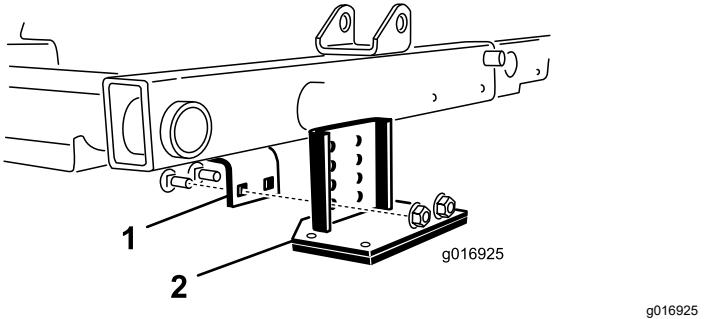

Figura 40
2. Localice el soporte del bastidor encima de la unidad de corte central (Figura 40).
3. Presione hacia abajo sobre el rodillo delantero de la unidad de corte central, y determine qué taladros del soporte basculante quedan alineados con los taladros del soporte del bastidor para obtener el mismo contacto del rodillo al instalarse el soporte basculante (Figura 40).
4. Baje las unidades de corte y Monte el soporte basculante en el bastidor con los 2 pernos de cuello cuadrado y las 2 tuercas suministrados con el kit (Figura 40).